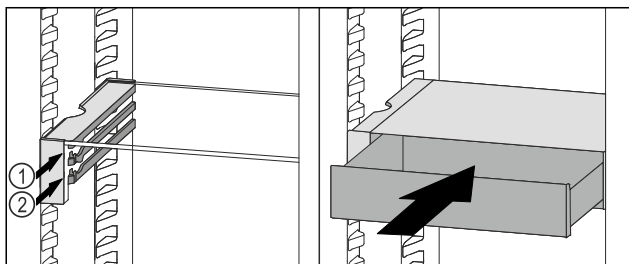

Fig. 63
- ▶ Stavite ladicu VarioSafe ukoso iza zaustavljača na željeni žlijeb Fig. 63 (1) ili Fig. 63 (2).